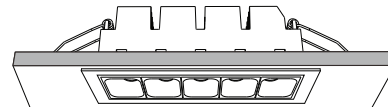

Fig. 11
15. Bend the butterfly brackets of the luminaire by facing upwards and insert them into the ceiling opening (Fig. 11).
16. Slowly release the unit up to the ceiling and the springs will hold the fixture in place (Fig. 11).
14. Plier les supports papillon situés sur les côtés du luminaire en les orientant vers le haut et les insérer dans l'ouverture du plafond (Fig. 11).
15. Relâcher lentement l'unité dans le plafond. Les ressorts permettront un ajustement du plafonnier au ras du plafond (Fig. 11).